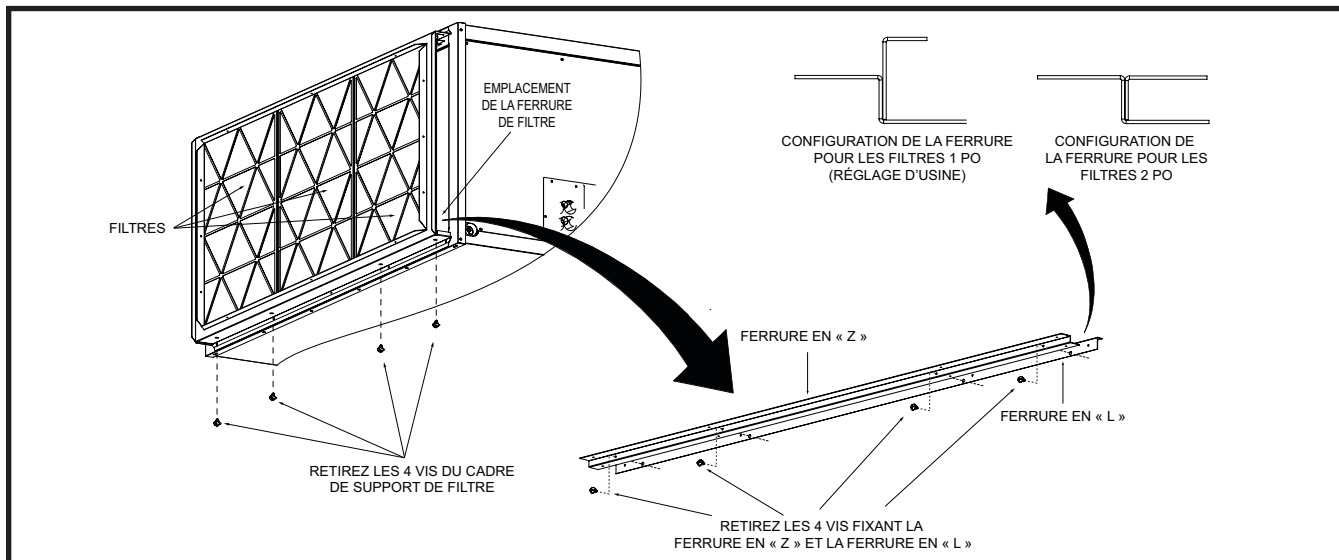

Figure 1. Conversion entre les applications à filtre de 1 po et de 2 po
Les appareils de traitement d'air B6TM sont expédiés avec trois filtres permanents de 2,5 cm (1 po); toutefois, le support du filtre peut être converti pour convenir à un filtre de 5 cm (2 po) tel que montré dans la Figure 1. Pour la conversion à un filtre de 5 cm (2 po) :
2. Trouvez et retirez les 4 vis (Figure 1) en tenant l'ensemble à glissière du filtre inférieur (bout à verrou) contre le cadre du support du filtre. **REMARQUE :** Retirez prudemment l'ensemble à glissière afin d'éviter qu'il tombe dans l'appareil et endommage le serpentin.
4. Tournez la ferrure en « L » de 180 degrés et repositionnez-la afin qu'elle s'encastre contre la ferrure en « Z ». Voyez la Figure 1.